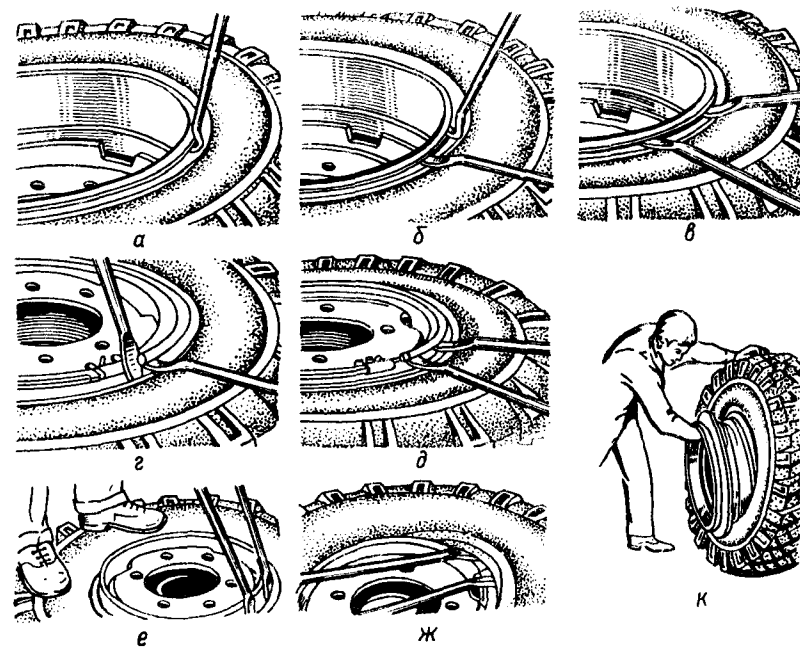

Рис. 9.6. Разборка колеса
— изогнутый конец монтажной лопатки вставить между бортовым кольцом и фланцем обода в монтажный паз и отжать бортовое кольцо вниз (рис. 9.6, а);
— в образовавшийся зазор вставить плоский конец прямой лопатки (рис. 9.6, б), освободить первую лопатку, последовательно продвигаясь по окружности обода, вставляя концы обеих лопаток в образуемый зазор (рис. 9.6, в) и осаживая борт шины через бортовое кольцо, снять его с посадочной полки обода;
3. Снять замочное и бортовое кольца. Для этого необходимо вставить плоский конец одной лопатки в паз, расположенный на торце замочного кольца. Второй лопаткой поднять этот торец замочного кольца, отжимая первой лопаткой конец кольца, выступающий из замочной канавки, выжать его вверх (рис. 9.6, з). Удерживая выжатый конец второй лопаткой, освободить первую лопатку и завести ее плоский конец под кольцо. Выжимая кольцо монтажными лопатками по окружности колеса, снять замочное кольцо (рис. 9.6, д). Снять бортовое кольцо.
4. Демонтировать борт шины: встать на участок борта шины, противоположный вентиляльному отверстию; в зоне вентиляльного отверстия завести плоские концы обеих лопаток между шиной и ободом (рис. 9.6, в) на расстоянии 150–250 мм одна от другой. Прикладывая усилия к монтажным лопаткам, вывести часть борта наружу (рис. 9.6, ж), причем противоположная часть борта шины должна обязательно находиться в монтажном ручье. Удерживая демонтированную часть борта шины одной лопаткой, освободить другую и завести ее плоский конец между ободом и шиной на расстояние 70–100 мм от места перехода борта шины наружу. Повторяя данную операцию, демонтировать борт шины полностью.
5. Утопить вентиль в полость шины. Поставить колесо в вертикальное положение. При этом нижняя часть борта шины должна находиться в монтажном ручье обода. Извлечь обод из шины, как показано на рис. 9.6, к.